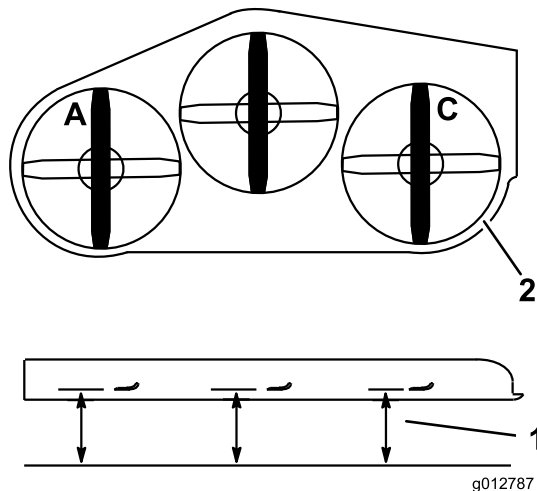

Figura 84
1. Disponete la lama sinistra in posizione longitudinale rispetto alla macchina (Figura 84).
2. Misurate la lama sinistra al punto **A** da una superficie piana fino al tagliente della punta della lama e annotate la misura rilevata (Figura 84).
3. Disponete la lama destra in posizione longitudinale rispetto alla macchina (Figura 84).
4. Misurate la lama destra al punto **C** da una superficie piana fino al tagliente della punta della lama e annotate la misura rilevata (Figura 84).
2. Disponete la lama sinistra in posizione longitudinale rispetto alla macchina (Figura 84).
3. Misurate la lama sinistra al punto **A** da una superficie piana fino al tagliente della punta della lama e annotate la misura rilevata (Figura 84).
4. Disponete la lama destra in posizione longitudinale rispetto alla macchina (Figura 84).
5. Misurate la lama destra al punto **C** da una superficie piana fino al tagliente della punta della lama e annotate la misura rilevata (Figura 84).